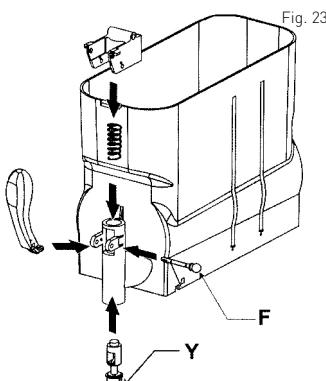

Fig. 23
- Smeer de kap (Y) goed met het meegeleverde smeermiddel en montere de onderdelen opnieuw.
- Montere de pen (F) terwijl u de kraanhendel stabiel in positie houdt (zie Fig. 23).
- Vervang de afdichtingsring van de kraan (C) indien versleten of in geval van lekkage.